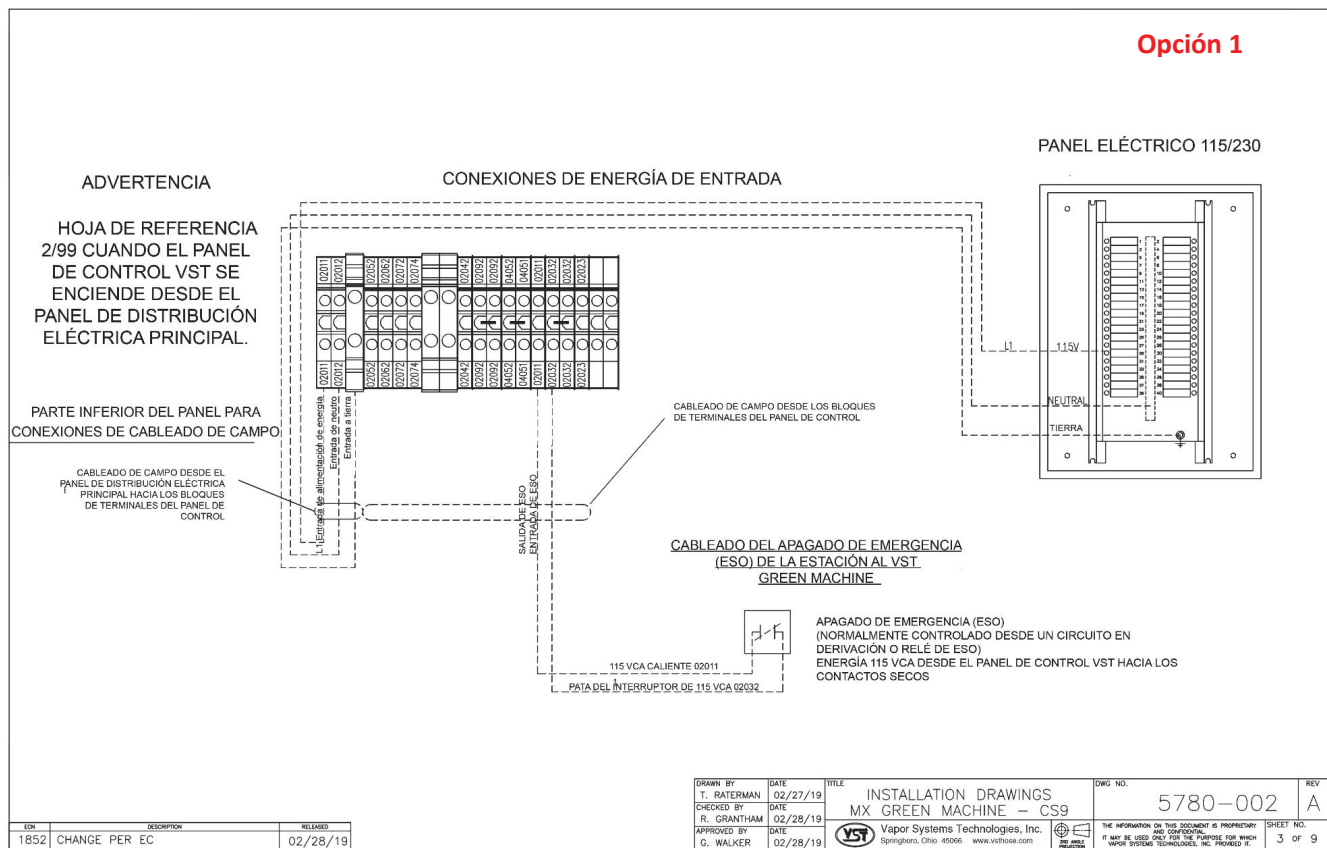
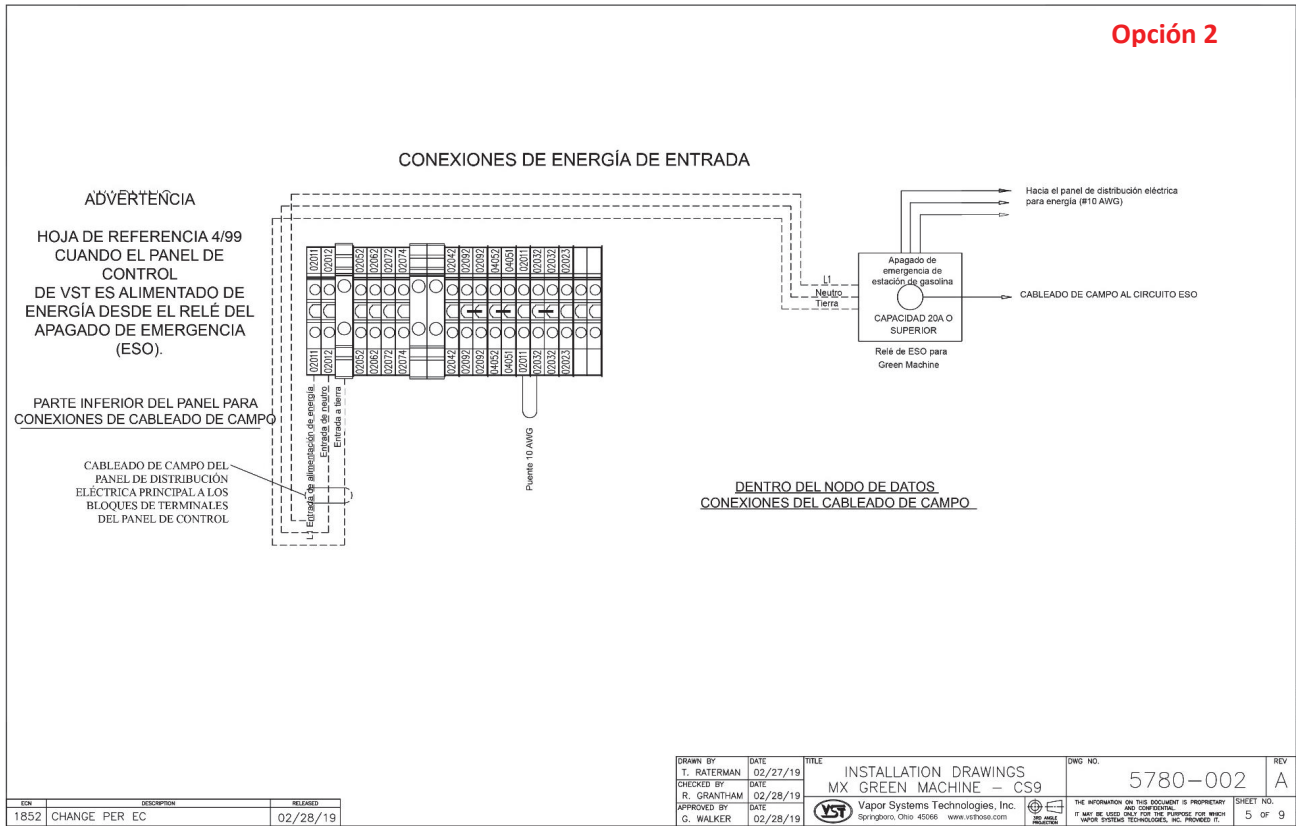
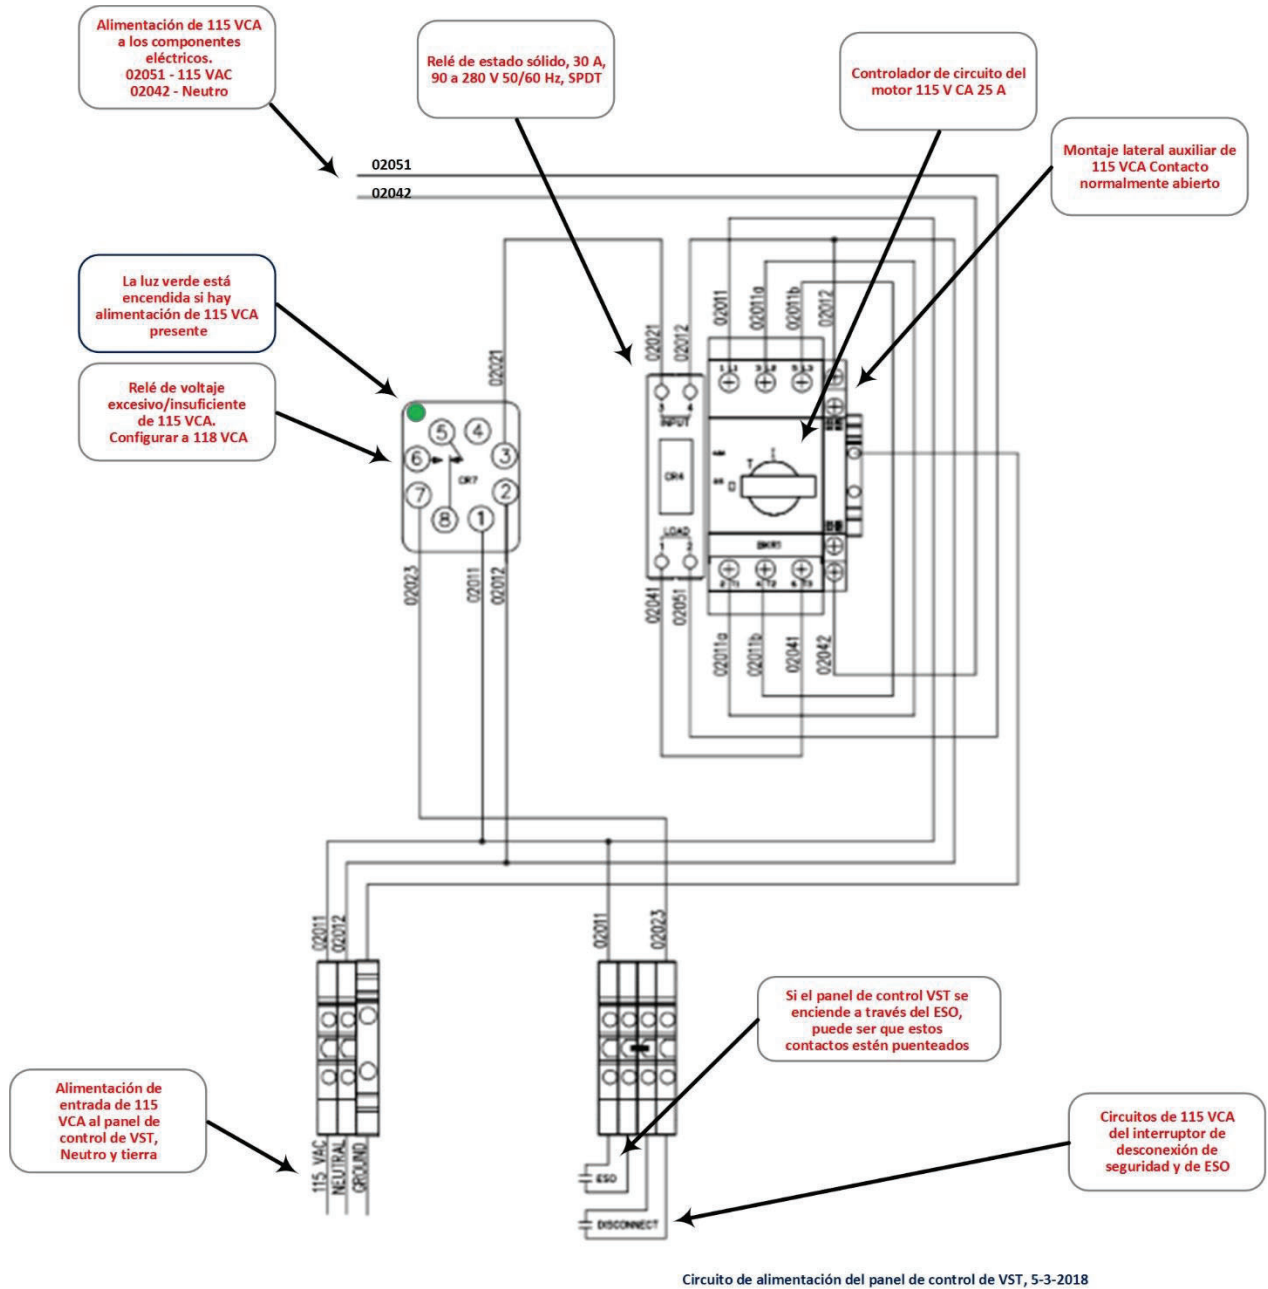

Figura 8-6: Conexiones entrantes de energía
Figura 8-8: Plano de la instalación eléctrica
Figura 8-10: Diagrama del circuito de energía de 115 VCA del panel de control de VST
3.	<p>El panel de control de VST debe suministrar 115 VCA a través de un relé seco de apagado de emergencia (ESO) para que el panel de control de VST se encienda y la GREEN MACHINE funcione. Vea las Figuras 8-5 y 6-8.</p> <ul style="list-style-type: none"> <li data-bbox="423 793 1398 825">a) Verifique que el panel de control de VST esté conectado al ESO de la estación. <li data-bbox="423 877 1341 940">b) Verifique que el ESO no esté acoplado. Si el ESO está acoplado, la GREEN MACHINE no recibirá 115 VCA. <li data-bbox="423 993 1365 1056">c) Verifique que todas las conexiones de cables del panel de control de VST al ESO sean correctas y estén ajustadas. <li data-bbox="423 1066 1398 1171">d) Verifique que el circuito de ESO tenga una alimentación de 115 VCA del panel de control de VST por los terminales 02011 y 02032 en la sección de conexiones de campo del panel de control de VST. Vea la Figura 8-6. <li data-bbox="423 1224 1365 1287">e) Verifique que el relé de sobre/bajo voltaje 115 VCA esté ajustado para 118 VCA o al voltaje local. Vea la figura 8-10.
5. Compruebe que el panel de control de VST reciba alimentación y el cableado esté instalado correctamente y esté ajustado. **Vea la figura 8-10.**
3.	El panel de control de VST debe recibir 115 VCA a través de un relé seco de apagado de emergencia (ESO) para que el panel de control de VST se encienda y la GREEN MACHINE funcione. Vea las Figuras 8-7 y 8-8. <ul style="list-style-type: none"><li data-bbox="427 762 1398 783">a) Verifique que el panel de control de VST esté conectado al ESO de la estación.<li data-bbox="427 842 1338 900">b) Verifique que el ESO no esté acoplado. Si el ESO está acoplado, la GREEN MACHINE no recibirá 115 VCA.<li data-bbox="427 957 1365 1016">c) Verifique que todas las conexiones de cables del panel de control de VST al ESO sean correctas y estén ajustadas.<li data-bbox="427 1073 1398 1203">d) Verifique que el circuito de ESO tenga una alimentación de 115 VCA del panel de control de VST por los terminales 02011 y 02032 revisando la continuidad en el puente. Vea la Figura 8-8.<li data-bbox="427 1293 1365 1386">e) Verifique que el relé de sobre/bajo voltaje 115 VCA esté ajustado para 118 VCA o al voltaje local. Vea la Figura 8-10.